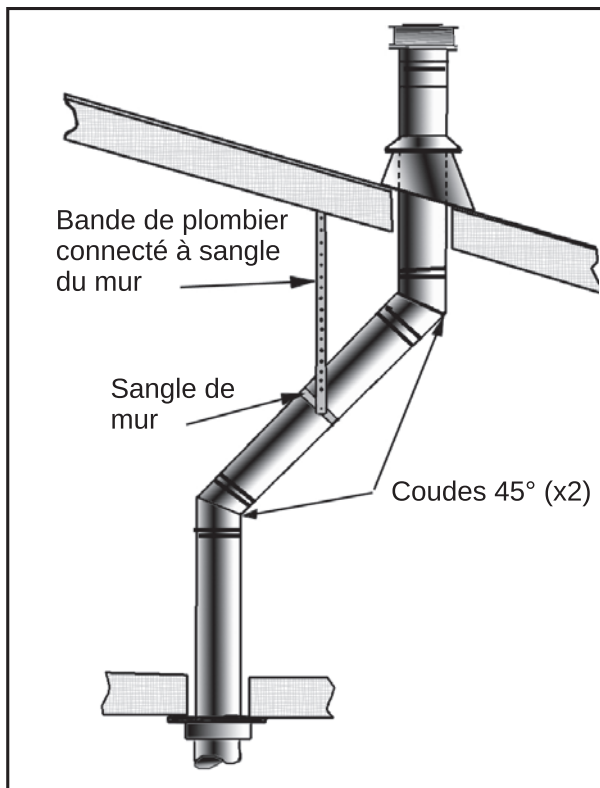
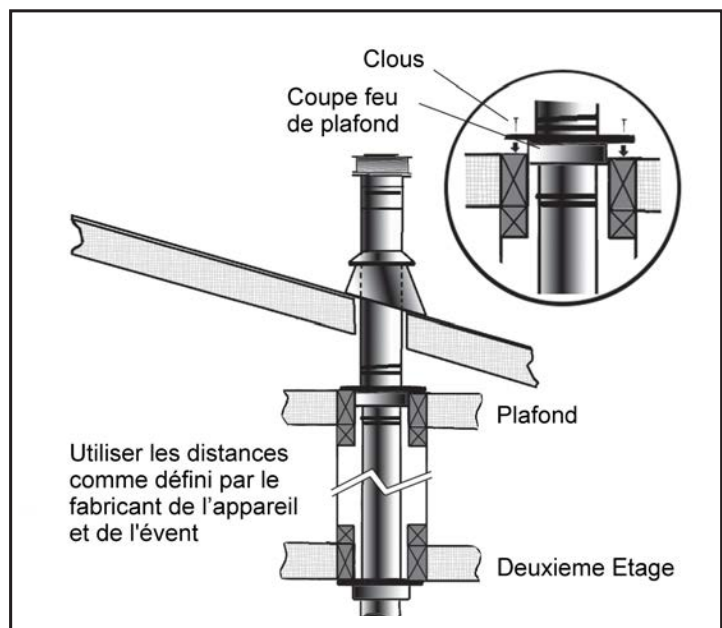

Figure 63: Utilisation de sangles murales.
Figure 64: Installation de tuyaux de ventilation à plusieurs étages
- (1) Si un décalage est nécessaire dans le grenier pour éviter les obstructions, il est important de supporter le tuyau d'évent à tous les **3' (914 mm)** afin d'éviter une contrainte excessive sur les coudes et une possible séparation. Des sangles murales sont disponibles à cet effet (voir Figure 63).
- (2) Dans la mesure du possible, utilisez des coudes à 45° au lieu de coudes à 90°. Le coude à 45° offre moins de restriction au débit des gaz de combustion et de l'air d'admission.
- (3) Pour les installations à plusieurs étages ; un coupe-feu de plafond est requis au deuxième étage et à tous les étages suivants (voir Figure 6-4). L'ouverture doit être encadrée à **des dimensions intérieures de 10" (254 mm) x 10" (254 mm)**, de la même manière qu'illustré à la Figure 64.
- (4) Toutes les zones occupées au-dessus du premier étage, y compris les placards et les espaces de rangement, traversés par l'évent vertical, doivent être fermées. L'enceinte peut être encadrée et recouverte de tôles avec des matériaux de construction standard. Cependant, consultez les instructions d'installation du fabricant de l'appareil pour connaître le dégagement minimum autorisé entre l'extérieur du tuyau d'évacuation et les surfaces combustibles de l'enceinte. Ne remplissez pas les vides d'air requis avec de l'isolant.